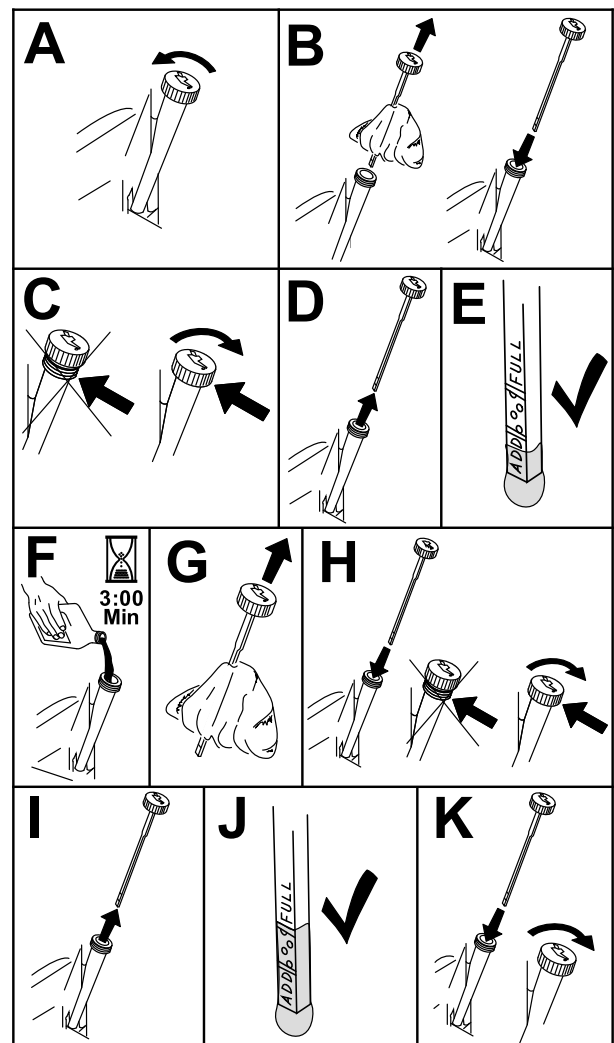

Figura 48
3. Para manter a sujidade, as aparas de relva, etc., fora do motor, limpe a área em torno da tampa de enchimento e vareta antes de a remover (Figura 48).